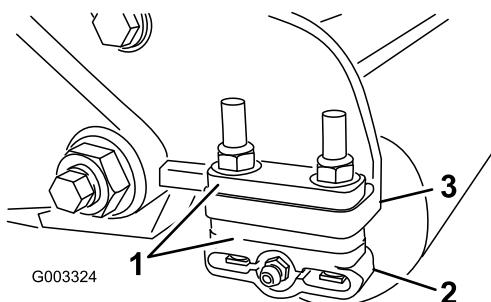

**Figura 9**
3. En un extremo del molinete, inserte una tira de papel de periódico entre el molinete y la contracuchilla (Figura 9). Mientras gira el molinete lentamente hacia adelante, gire en el sentido de las agujas del reloj el tornillo de ajuste de la barra de asiento (Figura 8) en el mismo extremo del molinete, un clic a la vez, hasta que el papel quede ligeramente aprisionado cuando se inserta desde delante, paralelo a la contracuchilla. Se notará una ligera resistencia al tirar del papel.
5. Cuando termine el ajuste, compruebe si el molinete 'pellizca' un papel cuando se inserta desde delante, y si corta el papel cuando se inserta perpendicular a la contracuchilla (Figura 9). Debe ser posible cortar el papel con un contacto mínimo entre la contracuchilla y las cuchillas del molinete. Si se nota una resistencia excesiva del molinete, será necesario afilar o amolar la unidad de corte para conseguir los filos necesarios para un corte de precisión (consulte el Manual de afilado de molinetes de Toro (Sharpening Reel and Rotary Mowers, Impreso N° 80-300PT)).